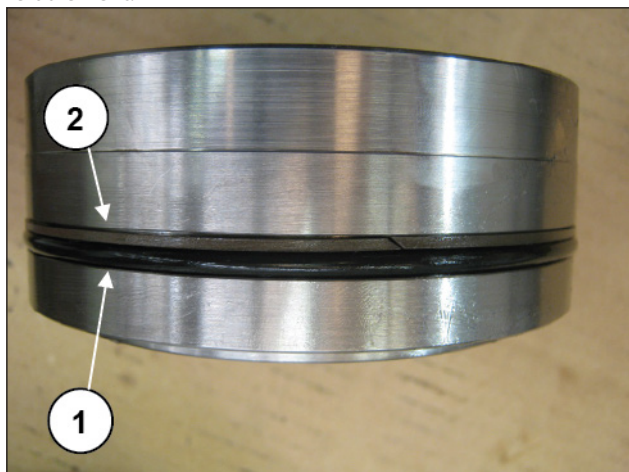

Fig. 194
Monter le joint torique (rep. ①, Fig. 194) et la bague anti-extrusion (rep. ②, Fig. 194) sur le bouchon de la soupape de refoulement.